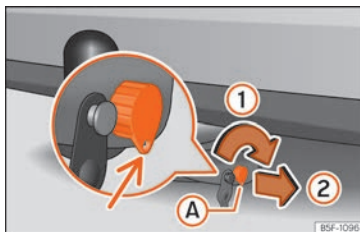

Fig. 296 Bloquear cerradura
- Gire la llave **A** en el sentido de la flecha **1** hasta que la parte agujereada de la llave llegue a su posición inferior » » **fig. 296**.